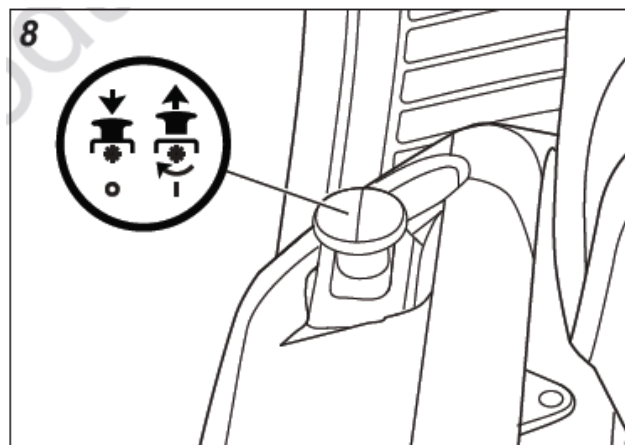

Рис. 9
1. Перед запуском двигателя, убедитесь, что кнопка находится в положении «отключено» (см. рис. 9).
2. При движении по тротуару или проезжей части поднимайте косилку на максимальный уровень и выключайте нож (см. рис. 9).
2. Нажмите на кнопку выключения ножа (см. рис. 9).
1. Отключите нож (см. рис. 9).
4. Включите нож (см. рис. 9).